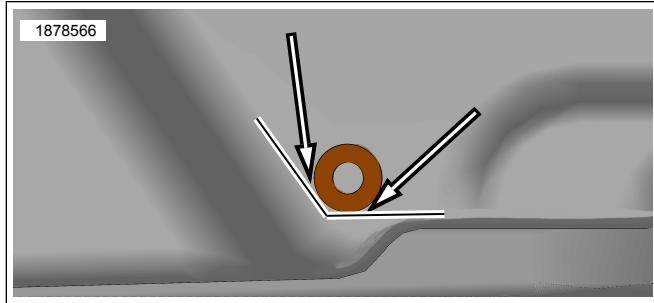

Abbildung 3. Position der oberen Seitenkofferbohrung
- b. Abbildung 3 Die Tülle (7) aus dem Satz als Führung für die Bohrung verwenden.